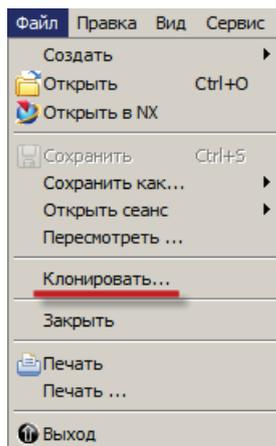

Рисунок 13.14
- выбрать пункт главного меню **Файл > Клонировать...** (рис. 13.14);